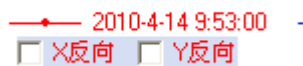

图 2.12 数据反向
- 3) 由于所图数据为两次测量相减的数据，故可能结果的方向相反，在图形下点击 X 或 Y 方向反向（如图 2.12），可将曲线反向。数据反向后，如要保存反向数据，点击 **保存修改**，如不点击，反向数据将不会保存。